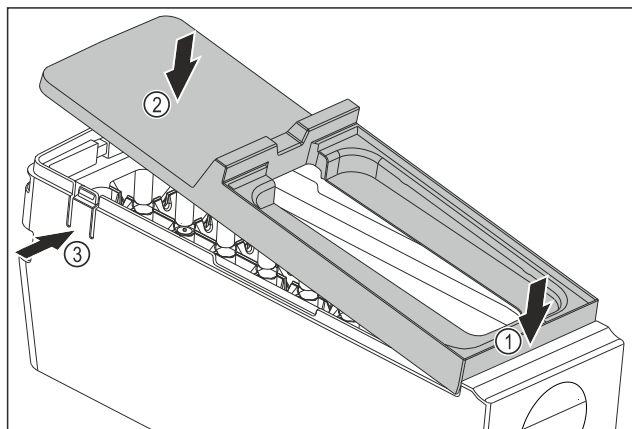

Fig. 200
- Montirajte poklopac tijela sustava EasyTwist-Ice: Postavite poklopac sprijeda. Fig. 200 (1)
- Spustite poklopac straga. Fig. 200 (2)
- Poklopac će se čujno uglaviti u oba jezička Fig. 200 (3).